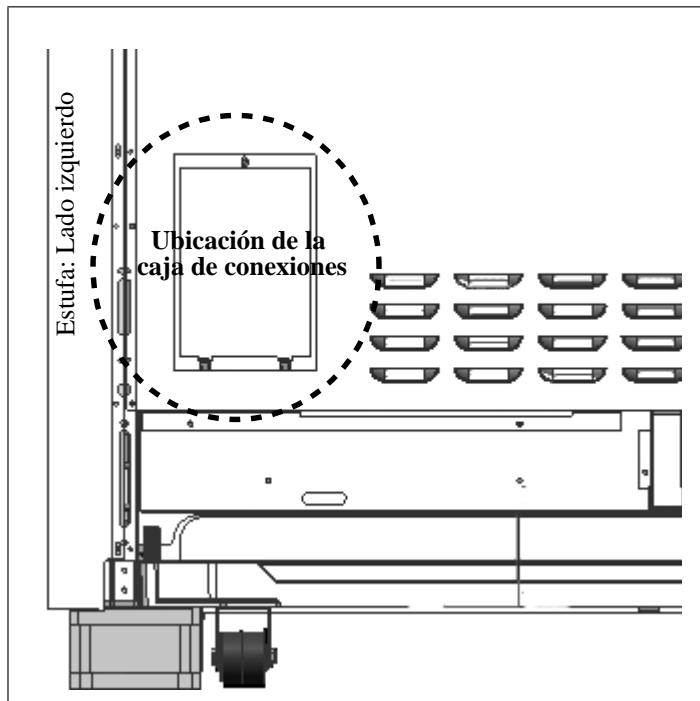

Figura 11: Ubicación de la caja de conexiones
Se pueden conectar los aparatos directamente a la fuente de alimentación. El instalador debe suministrar un conducto flexible de aluminio aprobado, de un tamaño comercial de 3/4 pulg. (19 mm), de una longitud máxima de 6 pies (1,8 metro). Localice la caja de conexiones en la parte trasera del aparato y quite la cubierta (consulte la Figura 11). Se debe fijar el conducto a la caja de conexiones utilizando un conector de conducto aprobado. Se debe conectar la extremidad libre del conector de conducto a una caja de conexiones instalado en la zona de alimentación eléctrica, como se muestra en la Figura 3 de la página 7.
(1) manual de instalación	Lápiz
- Utilice dos de los tornillos proporcionados para fijar las partes inferior y superior de la consola trasera de protección a cada travesaño de pared (vea la Figura 11).